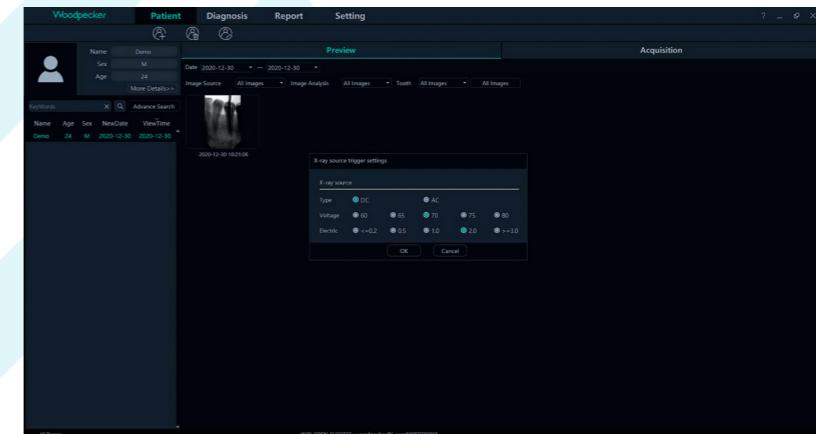

Figure 27
3. Lorsque le logiciel est utilisé pour la première fois, l'utilisateur est invité à définir les caractéristiques du générateur de rayon X utilisé. Les sources de rayons X sont divisées en fréquence de puissance, moyenne fréquence et haute fréquence. Sélectionnez AC (Alternating Current mode) pour la fréquence de puissance et DC (Direct Current mode) pour la moyenne et la haute fréquence. Triggerthreshold est le seuil de déclenchement de la dose de rayons X. La tension et le courant sont définis en fonction des paramètres de la source de rayons X, comme le montre la figure 27 :